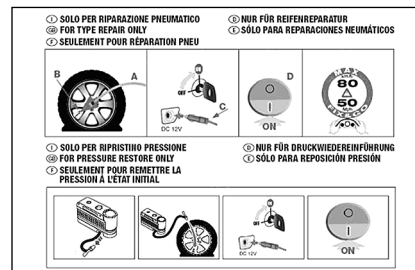

Abb. 2
- ☐ einen Faltprospekt (siehe **Abb. 2**), der für die sofortige korrekte Verwendung des Schnellreparaturkits verwendet wird und dem Personal auszuhändigen ist, das den behandelten Reifen handhaben muss;